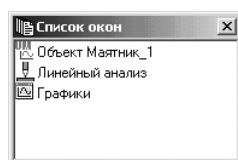

Рис. 1.59. Окно **Список окон** с открытыми окнами
- щелкните в системе **Универсальный механизм** по пункту главного меню **Инструменты**, а затем в выпадающем меню по пункту **Список окон**. Появится окно **Список окон**, если его не было на экране, см. рис. 1.59;